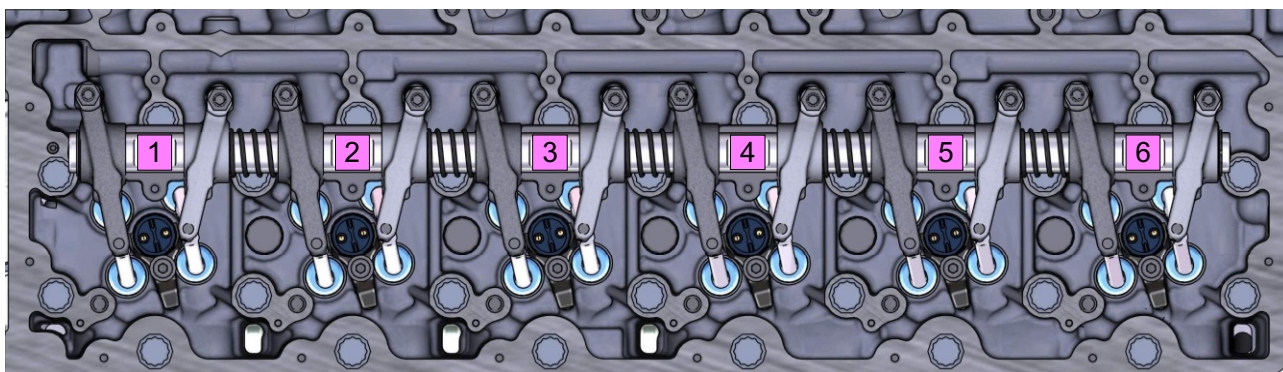

Рисунок 4 Порядок затяжки болтов крепления оси коромысел - 2 этап
- начиная слева, последовательно перемещаясь вправо дотянуть моментом  $M_{кр}=73,54\pm 4,9$  Н м (см. рисунок 4).